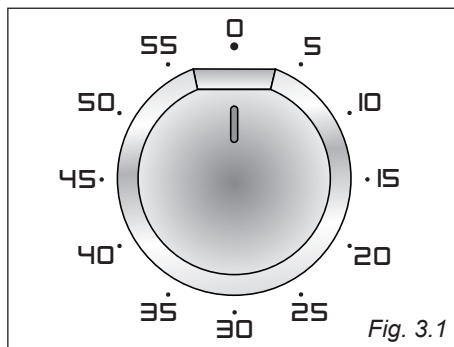

Fig. 3.1
(fig. 3.1)
La manopola di regolazione (fig. 3.1) deve essere ruotata in senso orario fino alla posizione 60 minuti e poi posizionata sul tempo desiderato ruotandola in senso antiorario.
**CONTAMINUTI A SPEGNIMENTO AUTOMATICO** (fig. 3.1)